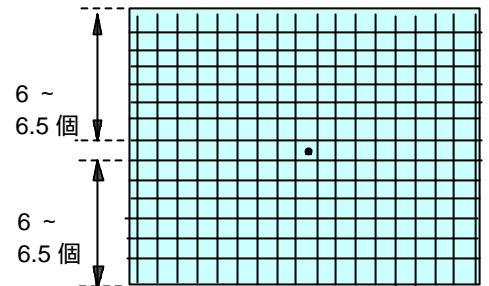

Fig.1-8
2. 上下のマス目の数が SPEC 内となるようにリモコンの「音量 + ・ -」キーにて調整する。(Fig1-8)